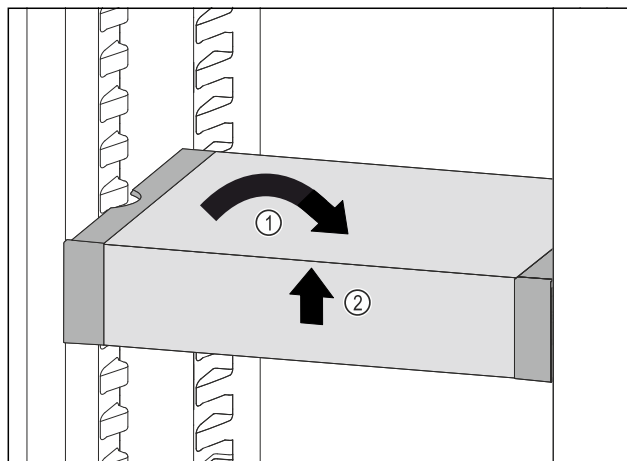

Fig. 48
- Установите VarioSafe прямо. Fig. 48 (1)
- Приподнимите VarioSafe спереди. Fig. 48 (2)